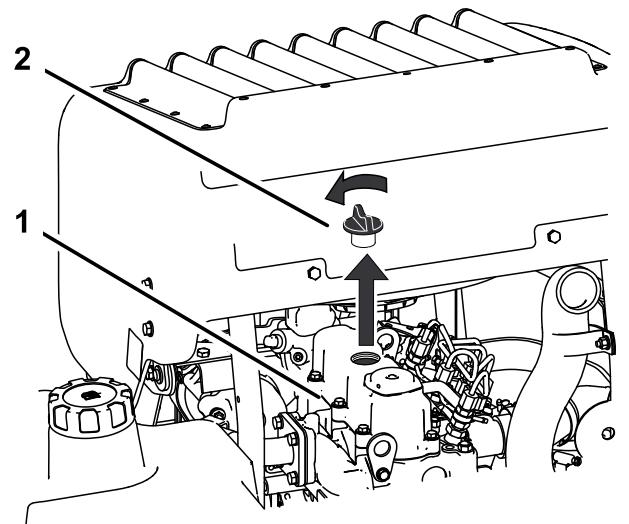

Figure 52
- Retirez le bouchon de remplissage d'huile en haut du moteur (Figure 52).
- Remettez le bouchon de remplissage et la jauge en place (Figure 52).